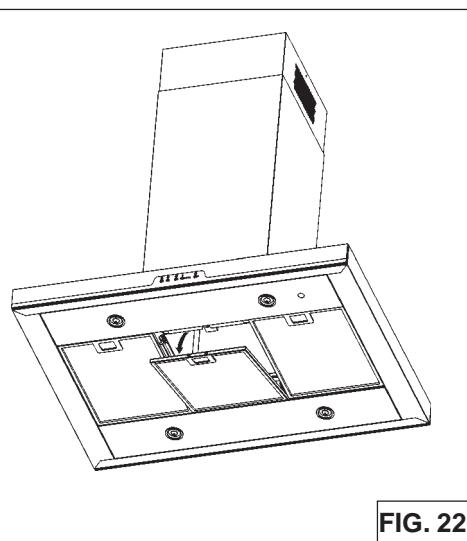

FIG. 22
1. Para quitar el filtro de GRASA, estire hacia abajo la lengüeta de cierre para desacoplar el filtro de la campana. Incline el filtro hacia abajo y quitelo (Fig.22).